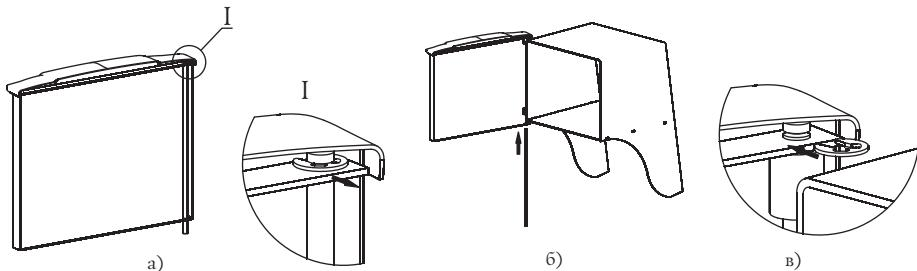

Рисунок 9. Установка дверцы при монтаже печи «Компакт 2013»
1. Извлеките ось из дверцы, предварительно сняв упорную быстросъемную шайбу, рисунок 9.а;
3. Вставьте ось через отверстия снизу вверх, с расположением канавки под шайбу в верхней части оси, рисунок 9.б;
4. Установите упорную быстросъемную шайбу в канавку на оси, рисунок 9.в;